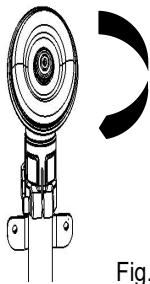

Fig.2
1. Démontez l'écrou (dans le sens des aiguilles d'une montre), le bol glisseur et le support de lame inférieur du carter d'engrenage ; (Fig. 2&3).